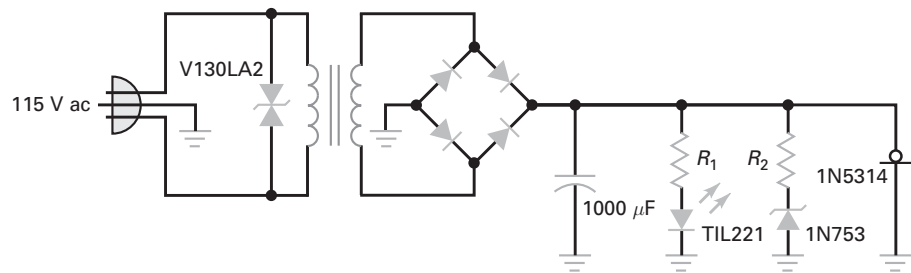

Figura 5-45
- 5-24** Na Figura 5-45, o LED não acende. Qual dos seguintes problemas é possível?
- 5-33** A tensão no secundário da Figura 5-45 é de $12,6\ \text{V rms}$ quando a tensão da rede é de $115\ \text{V rms}$. Durante o dia a rede varia de $\pm 10\%$. Os resistores têm tolerância de $\pm 5\%$. O 1N4733A tem uma tolerância de $\pm 5\%$ e uma resistência Zener de $7\ \Omega$. Se R_Z for igual a $560\ \Omega$, qual é o valor máximo possível da corrente no Zener em qualquer instante do dia?
- 5-34** Na Figura 5-45, a tensão no secundário é de $12,6\ \text{V rms}$ e a queda nos diodos é de $0,7\ \text{V}$ cada um. O 1N5314 é um diodo de corrente constante de $4,7\ \text{mA}$. A corrente no LED é de $15,6\ \text{mA}$ e a corrente no Zener é de $21,7\ \text{mA}$. O capacitor de filtro tem uma tolerância de $\pm 20\%$. Qual é a tensão de pico a pico máxima?